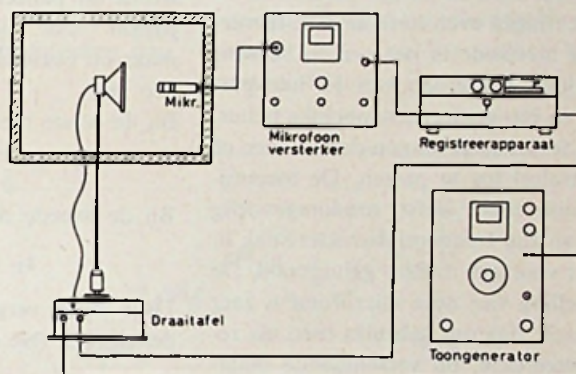
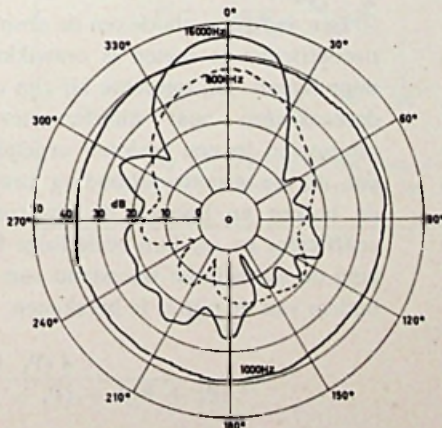

Fig. 55. Meetopstelling voor het meten van de richtkarakteristiek van een luidspreker.
Fig. 56. Richtkarakteristiek van een luidspreker voor 1, 8 en 16 kHz opgemeten met de meetopstelling van fig. 55.
⑦ De richtkarakteristiek van een luidspreker is op te meten met de in fig. 55 getekende meetopstelling. De luidspreker en de meetmicrofoon staan in een akoestisch dode ruimte. De luidspreker is gemonteerd op een standaard die door de hiervoor genoemde draaitafel wordt rondgedraaid, synchroon met het registreerpapier in de schrijver. Het resultaat voor 1, 8 en 16 kHz ziet u in fig. 56.
⑧ Met dezelfde meetopstelling, maar met van plaats verwisselde microfoon en luidspreker, kan men de richtkarakteristiek van een microfoon opmeten. De luidspreker staat nu dus stil en produceert een bepaalde frequentie, de microfoon draait in het rond en de schrijver registreert de gevoeligheidsveranderingen.